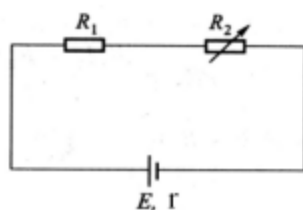

图 1
1. 在如图 1 电路中, 当 R_2 为多少时, R_1 、 R_2 消耗的电功率最大。